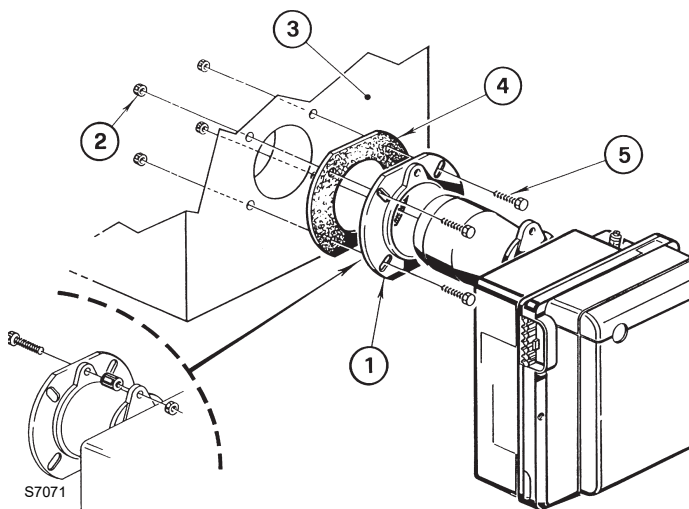

Abb. 4
- Die Schraube und die beiden Muttern am Flansch (1) montieren, (siehe Abb. 4).
- Falls erforderlich, die Bohrungen der Isolierdichtung (4) erweitern. (4).
- Mit den Schrauben (5) und (falls erforderlich) den Muttern (2) den Flansch (1) an der Heizkesseltür (3) mit Isolierdichtung (4) montieren, (siehe Abb. 4).